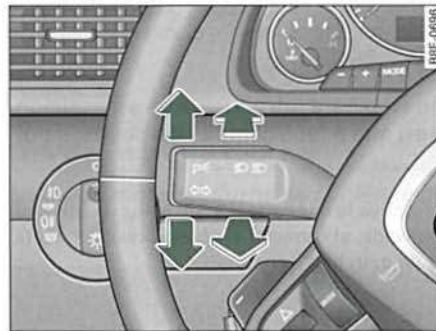

Fig. 70 Palanca de los intermitentes y de la luz de carretera
- Desplace la palanca hacia arriba hasta el tope ⇒ fig. 70 para poner el intermitente de la derecha o bien hacia abajo, para el de la izquierda.